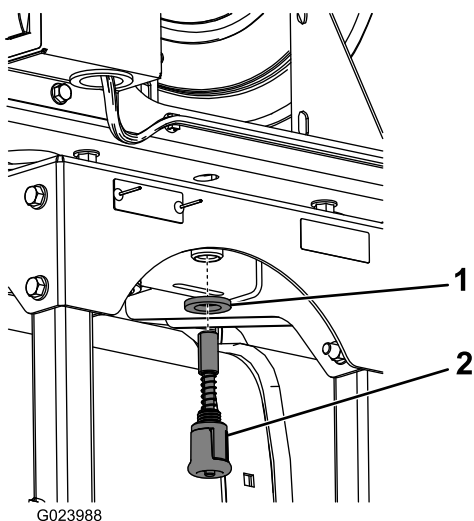

図 8
8. ホースリールフレームの下側に、大きいワッシャとスプリングピンを取り付ける（図 8）。